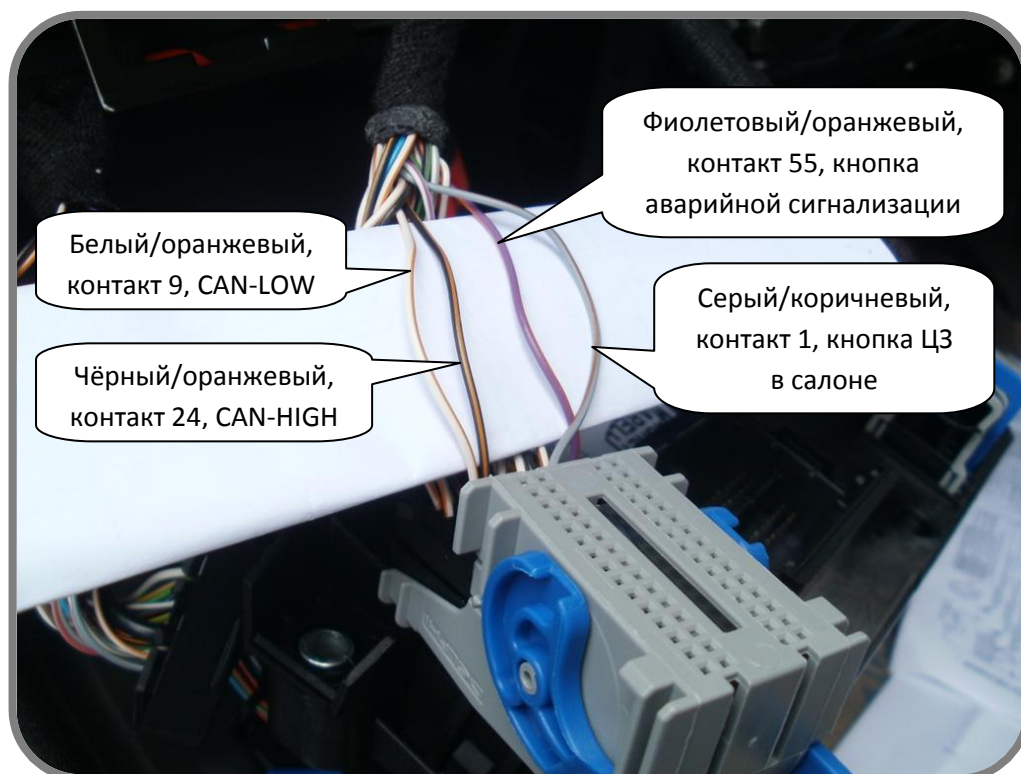

Рис. 2.1: Подключение к CAN шине, аварийной сигнализации и ЦЗ (EURO 5).
Для подключения к CAN шине автомобиля Vauxhall III EURO 5 необходимо зеленый провод CAN-HIGH разъема CN12 системы Scher-Khan Logicar 3 соединить с черным/оранжевым проводом CAN-HIGH контакта №24 серого 60-ти контактного разъема задней части BSI (см. рис. 2.1), а синий провод CAN-LOW разъема CN12 системы Scher-Khan Logicar 3 соединить с белым/оранжевым проводом CAN-LOW контакта №9 серого 60-ти контактного разъема задней части BSI (см. рис. 2.1).
- **автомобили EURO 5** - с фиолетовым/оранжевым проводом контакта 55 серого 60-ти контактного разъёма задней части BSI. (См. рис. 2.1 и 2.2);
Возможность управления центральным замком цифровой командой по CAN шине в автомобиле отсутствует, поэтому управление центральным замком реализуется по аналоговой схеме с помощью встроенных реле ЦЗ с использованием разъема CN3 системы Scher-Khan Logicar 3 и встроенного реле багажника разъема CN2 системы Scher-Khan Logicar 3. См. рис. 2.1, 2.2, 5 и общую схему.
- зеленый провод разъема CN3 системы Scher-Khan Logicar 3 подключить через добавочное сопротивление номиналом 500-600 Ом к серому/коричневому (для Euro 5 2014 к белому/коричневому) проводу контакта 1 серого 60-ти контактного разъёма задней части BSI (см. рис. 2.1 и 2.2), зеленый/белый провод разъема CN3 системы Scher-Khan Logicar 3 подключить к «массе» автомобиля.